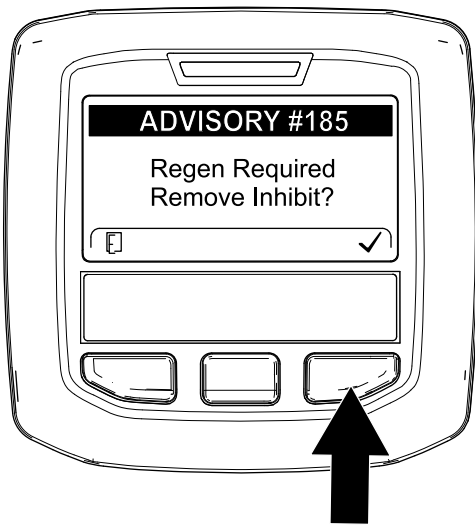

Рисунок 78
**Примечание:** Если настройка INHIBIT REGEN (ЗАПРЕТ РЕГЕНЕРАЦИИ) установлена на ON (Вкл.), дисплей инфо-центра покажет ИНФОРМАЦИОННОЕ СООБЩЕНИЕ № 185 (Рисунок 78). Нажмите кнопку 3, чтобы установить настройку запрета регенерации на КОГДА ИДЕТ ПРОЦЕСС РЕГЕНЕРАЦИИ СО СБРОСОМ, НА ДИСПЛЕЕ ИНФО-ЦЕНТРА ОТОБРАЖАЕТСЯ ЗНАЧОК ВЫСОКОЙ ТЕМПЕРАТУРЫ ВЫХЛОПА, и продолжайте регенерацию со сбросом.